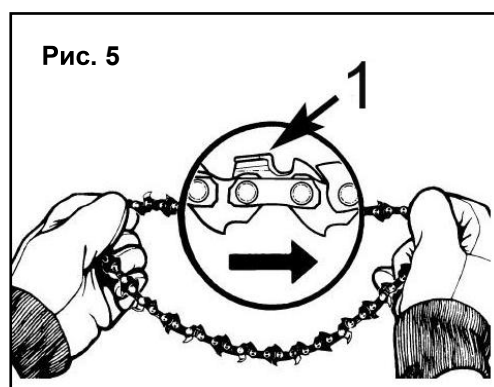

Рис. 5
- Растяните цепь так, чтобы резцы были направлены ПО ЧАСОВОЙ СТРЕЛКЕ к вращению. На зубьях цепи нанесена стрелка указания направления (См. Рис. 5).